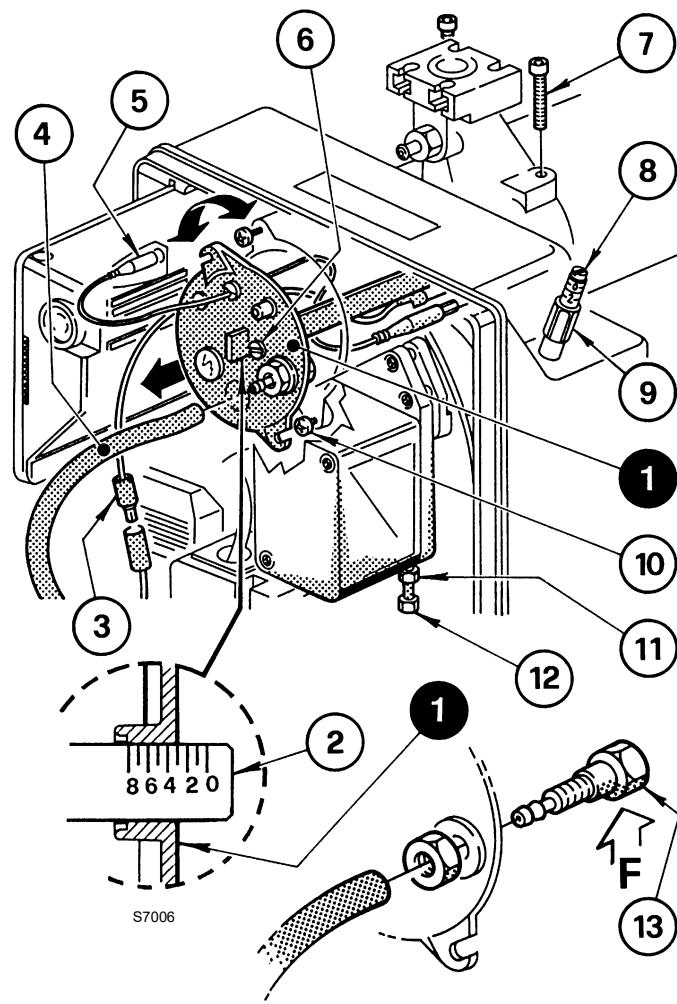

Abb. 12
Sie erfolgt, indem die Stellschraube 6)(Abb. 12) im oder gegen den Uhrzeigersinn gedreht wird, bis die am Stellbügel 2) vorhandene Raste mit der Außenfläche des Kopfblocks 1) übereinstimmt.
In Abb. 12 ist der Stellbügel für den Kopf auf die Raste 3 eingestellt.
- Die Verbindungen 3) und 5)(Abb. 12) trennen;
- die Leitung 4) herausziehen und die Schrauben 10)(Abb. 12) lockern;
- die Schrauben 7) lösen und den Kopfhalterblock 1)(Abb. 12) entfernen, indem man ihn mit einer leichten Drehung nach rechts herauszieht.
Es wird empfohlen, die Position von Stellbügel-Kniestück 2)(Abb. 12) beim Ausbau nicht zu verändern.
Für den erneuten Einbau die obigen Angaben in umgekehrter Weise ausführen und die Kopfeinheit 1)(Abb. 12) wieder an ihrem ursprünglichen Platz anbringen.
Die Schrauben 7) einschrauben (Abb. 12), ohne sie bis auf Anschlag zu bringen. Mit einem Anzugsmoment von 3 - 4 Nm festziehen.
Sollte sich der an der Ansaugöffnung vorhandene Druckanschluss 13)(Abb. 12) unbeabsichtigt lockern, wird die korrekt erfolgte Befestigung empfohlen, wobei zu überprüfen ist, dass die Bohrung (F) im inneren Teil der Kopfeinheit 1)(Abb. 12) nach unten gerichtet ist.